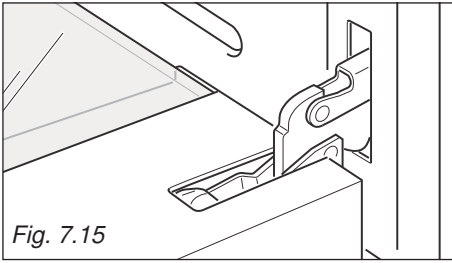

Fig. 7.15
- Fully open the oven door (fig. 7.15).